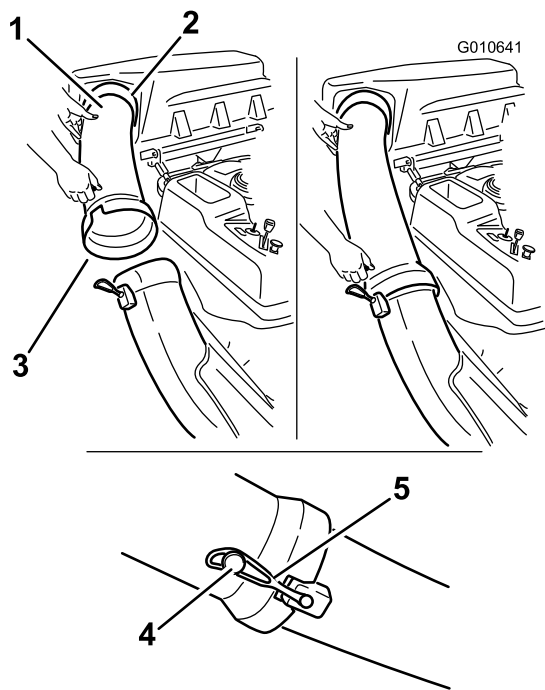

Figura 20
1. Introduzca el extremo curvo del tubo de descarga en el orificio de la tapa del ensacador (Figura 20).
- Coloque el extremo abocinado del tubo de descarga sobre el extremo del conducto. Enganche la correa de goma del conducto alrededor de la clavija del tubo de descarga para sujetar éste (**Figura 20**).